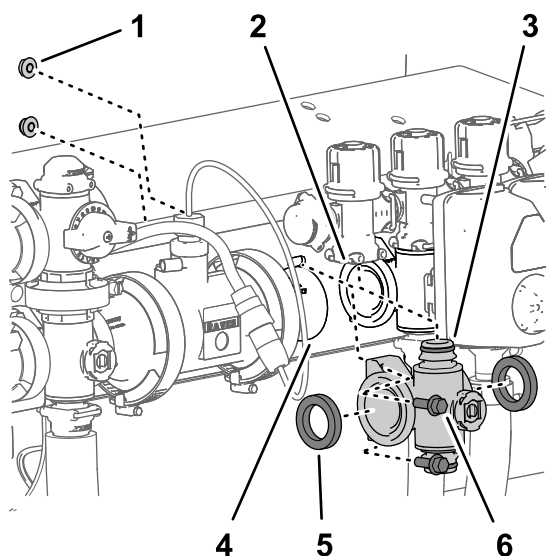

Figure 118
($\frac{1}{4}$ po) qui fixent le collecteur au support de vannes (Figure 118).
5. Baissez le collecteur de vanne de section et les joints pour les séparer de la vanne de dérivation de section et déposez-les de la machine (Figure 118).